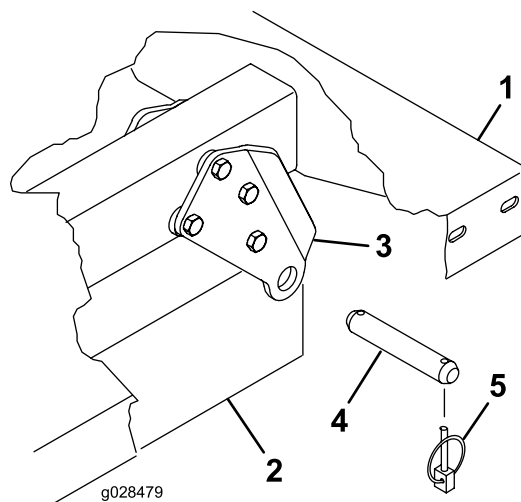

Figura 4
2. Monte cuidadosamente a plataforma na estrutura do veículo e alinhe os furos da articulação traseira da plataforma com os furos no canal da estrutura traseira (Figura 4).
3. Prenda cada conjunto dos suportes da articulação aos canais da estrutura com um passador de forquilha e dois pinos de sujeição (Figura 4).